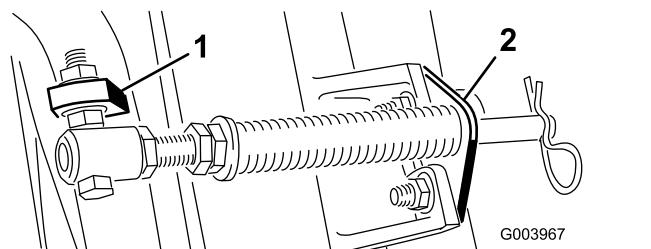

Figura 5
- Monte o suporte da barra nos separadores da unidade de corte com os parafusos e porcas da carroçaria (Figura 5).